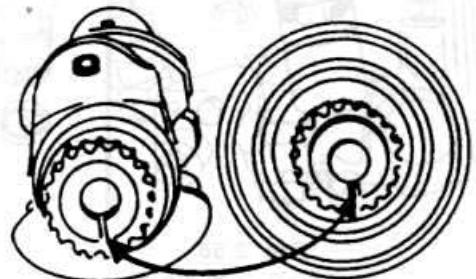

Рис. 2.61
*Примечание:* во время установки ременного шкива обратите внимание на то, чтобы выступ на ступице виброгасителя находился бы в канавке ступицы ременного шкива зубчатого ремня (рис. 2.61).